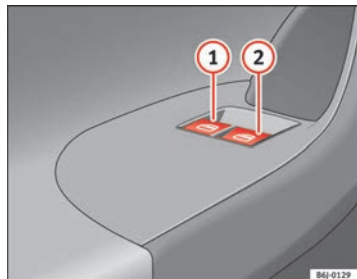

Fig. 48 Dettaglio della porta del conducente: comandi per l'apertura e la chiusura dei finestrini anteriori.
I tasti ⇒ pag. 90, fig. 48 ①, ② hanno due livelli per l'apertura e due per la chiusura dei finestrini. In questo modo è più facile eseguire le operazioni di apertura e chiusura.